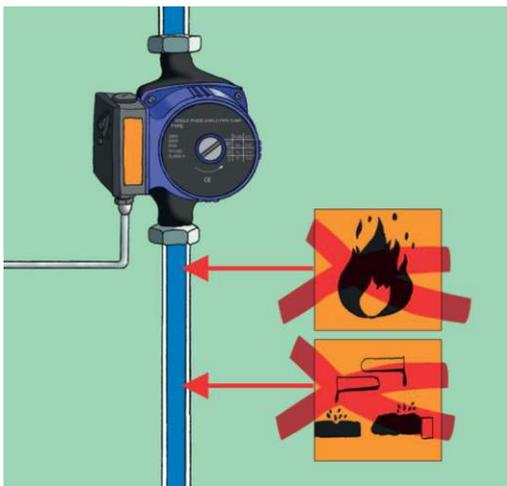
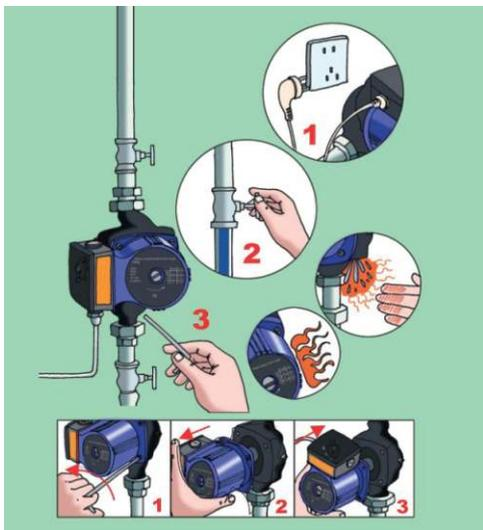

Рис.3 Работа насоса по сухому ходу.
Рис. 5 Поворот электродвигателя в требуемое положение.
ВНИМАНИЕ! Подшипники электронасоса в процессе работы смазываются охлаждающей жидкостью, поэтому работа насоса без воды допускается не более чем в течение 10 сек. (рис.3).
• Расположение клеммной коробки должно исключать попадание в неё жидкости как вследствие случайного залива сверху, так и - возможной конденсации влаги. Поэтому запрещается монтаж электродвигателя клеммной коробкой вниз и под разъёмными соединениями трубопроводов (см. допустимые монтажные положения рис. 3). При необходимости допускается поворот электродвигателя относительно корпуса насоса, предварительно сняв крепёжные винты между фланцем мотора и улиткой. Подобные работы проводить только при перекрытых трубопроводах, выключенном электропитании и остывшем теплоносителе, либо до установки насоса в систему (см. рис. 5).